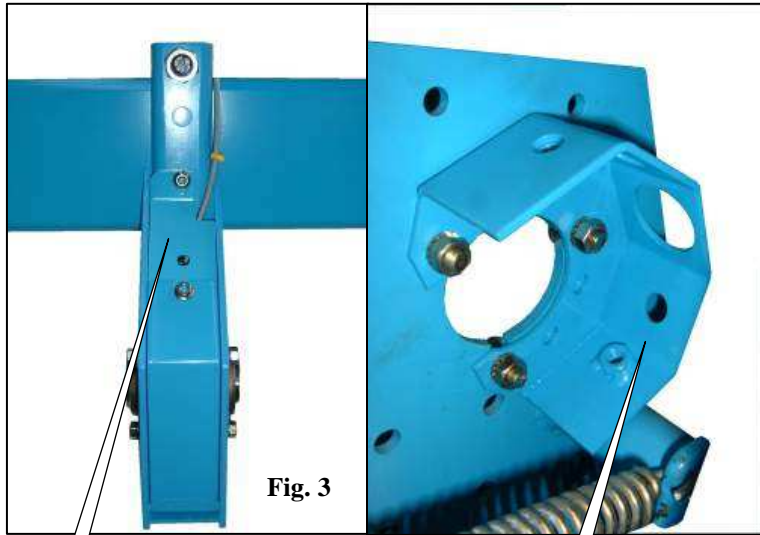

Fig. 3
- Montieren Sie die Zelle C (Abb. 3, 4 und 5) mit Hilfe der beiden Senkschrauben D (Abb. 3, 4 und 5).
- Monteer cel C (fig.3, 4 en 5) met behulp van twee schroeven met verzonken koppen D (fig. 3, 4 en 5).
Montar la célula C (fig. 3, 4 y 5) con los dos tornillos de cabeza ranurada D (fig. 3, 4 y 5).
- Montare la cellula C (fig. 3, 4 e 5) con le due viti a testa fresata D (fig. 3, 4 e 5).
-**Sur NC et NG+**, monter la boîte à capteur E (fig. 3) sur la poutre du châssis à l'aide de la bride et des écrous fournis.